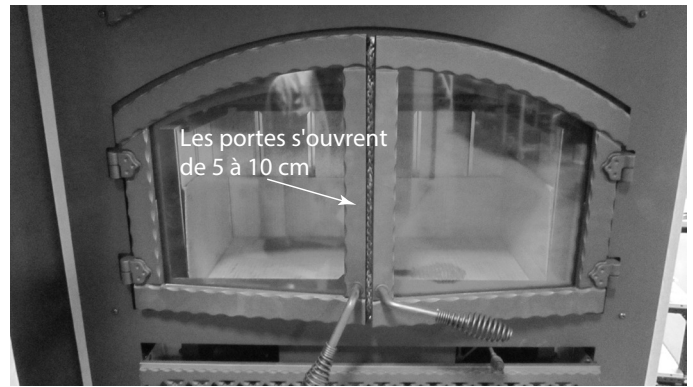
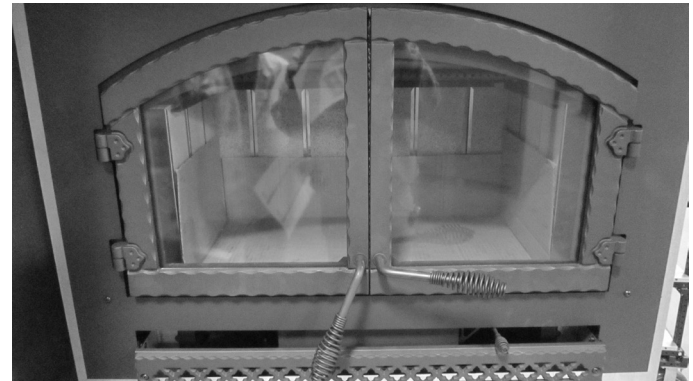
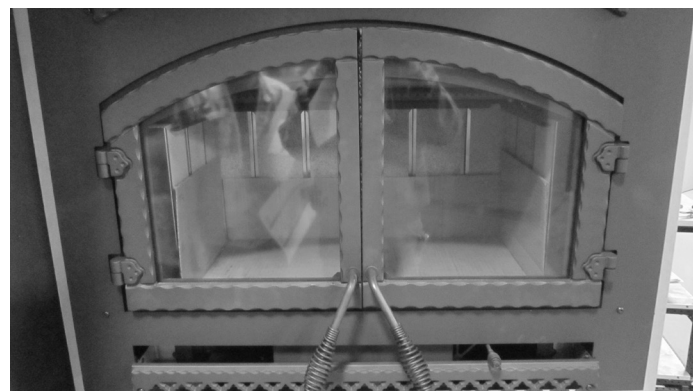

Figure 3.25 Les portes s'ouvrent de 5 à 10 cm
Figure 3.26 Portes légèrement entrouvertes
Figure 3.27 Portes complètement fermées
- Laissez la porte légèrement ouverte de 25 mm (1 po.) de (voir la figure 3.25) pendant 2 à 3 minutes, puis fermez la porte en la verrouillant légèrement pour que le feu prenne bien.
- Laissez la porte légèrement ouverte de 25 mm (1 po.) (voir la figure 3.25) pendant 1 à 5 minutes ou jusqu'à ce qu'une bonne flamme se forme. Fermez ensuite la porte en la verrouillant légèrement. Voir la figure 3.26.
- Une fois que le feu a bien pris (au bout de 3 à 5 minutes environ), fermez la porte et verrouillez-la. Voir la figure 3.27.
- Laissez la porte légèrement ouverte de 25 mm (1 po.) (voir la figure 3.25) pendant jusqu'à 5 minutes pour obtenir une belle flamme, puis fermez la porte. Voir la figure 3.27.